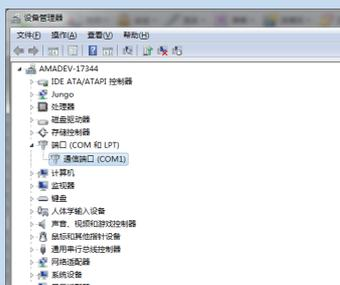

图1
- 打开电脑上的设备管理器，如果电脑硬件配置有RS-232串口，则在“端口(COM和LPT)”选项中会显示该COM口号(图1)。在软件中选择此COM口就可以正常连接驱动器和电脑。